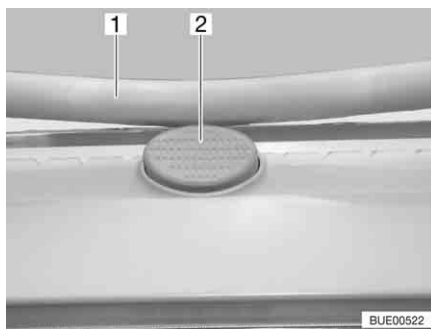

Fig. 60 Bottone di sicurezza sull'oblò Heki
- Premere il bottone di sicurezza (Fig. 60,2) e tirare verso il basso la staffa (Fig. 60,1) con entrambe le mani.
- Premere la staffa verso l'alto con ambedue le mani, finché la staffa non poggia al di sopra del bottone di sicurezza (Fig. 60,2).